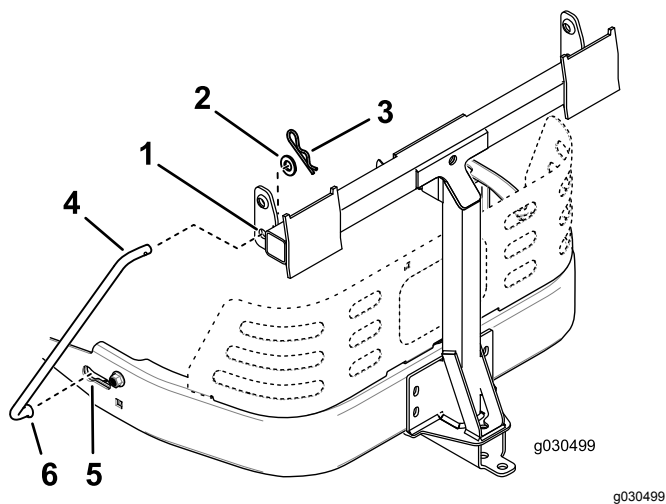

Figure 18
4. Placez une extrémité évasée d'une tige dans l'encoche sur le côté gauche du cadre de la machine et glissez la tige vers l'arrière pour bien l'engager dans le cadre (Figure 18).
5. Insérez les extrémités coudées de la tige dans le support de fixation d'accessoire, comme montré à la Figure 18, et fixez-les avec une rondelle et une goupille fendue.